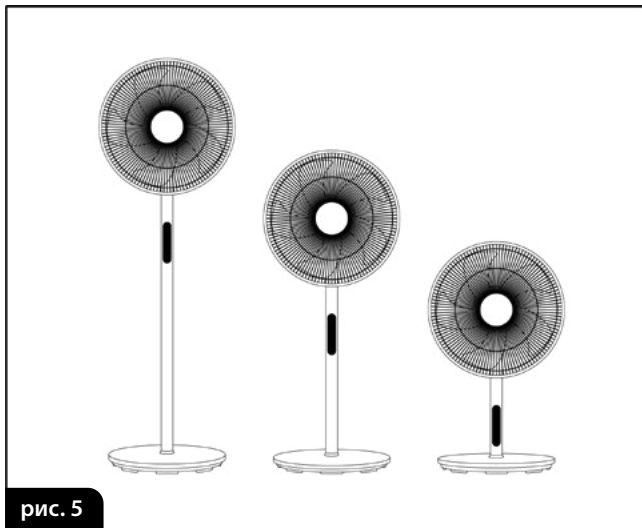

рис. 5
2. За допомогою відповідної кнопки на панелі управління (8) виберіть відповідну швидкість подачі повітря. Вибір кнопки «0» завершить роботу вентилятора.
3. Щоб налаштувати коливання вентилятора, натисніть кнопку (11) на головці вентилятора (7). Зворотне підняття кнопки вимкне коливання вентилятора.
5. Щоб змінити налаштування висоти вентилятора, відкрутіть одну або дві з наявних подовжувальних трубок (9) (рис.5).